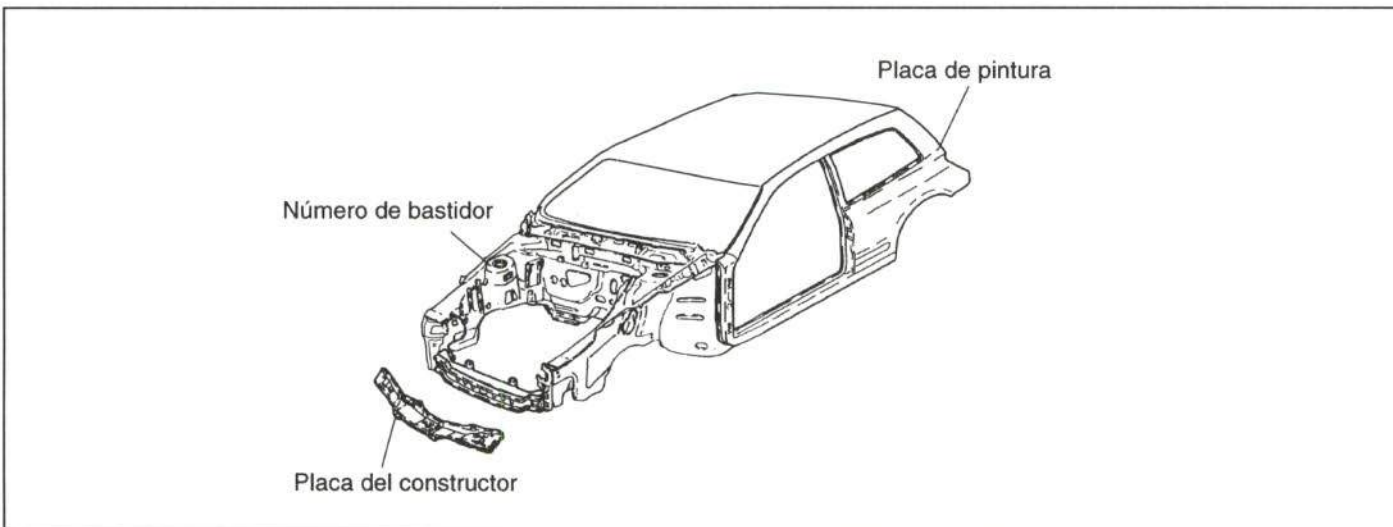

Figura 1.- Situación de las placas de identificación del vehículo
Las características que identifican al vehículo se reconocen, debidamente codificadas, en dos placas situadas en diversos puntos de la carrocería (figura 1).
- El número de bastidor se encuentra troquelado en la botella de suspensión derecha (figura 1).